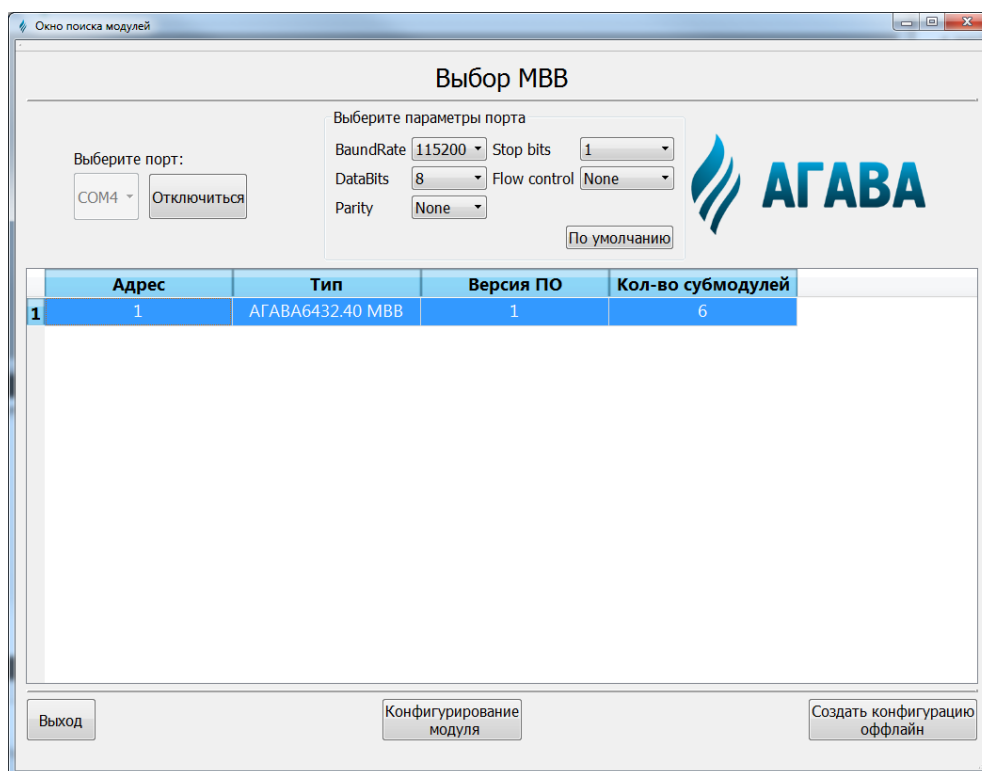

Рисунок 7-1 Подключение утилиты конфигурации к MBV
- 3) Выбрать порт и нажать кнопку «Подключиться», дождаться пока завершится поиск submodule (см. Рисунок 7-1);